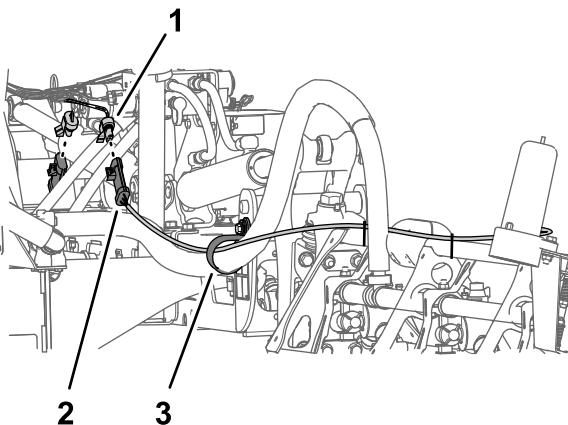

Figure 26
1. Débranchez le connecteur à 3 broches du faisceau associé au kit de mise à niveau de rampe ultrasonique du connecteur à 3 douilles du faisceau de la machine (Figure 26).